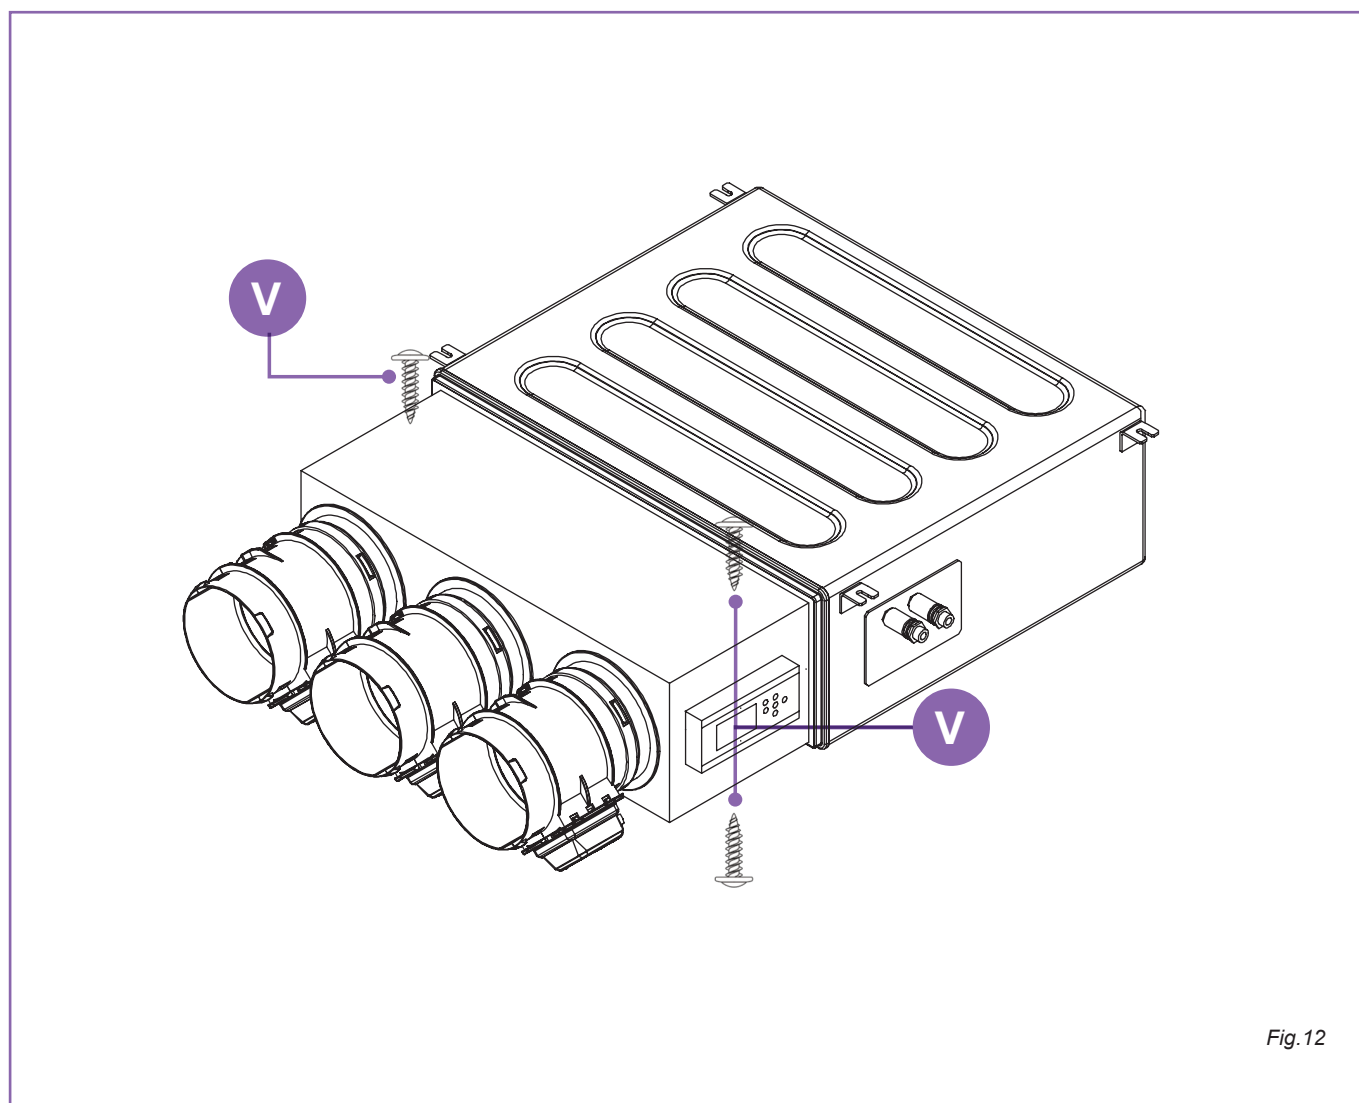
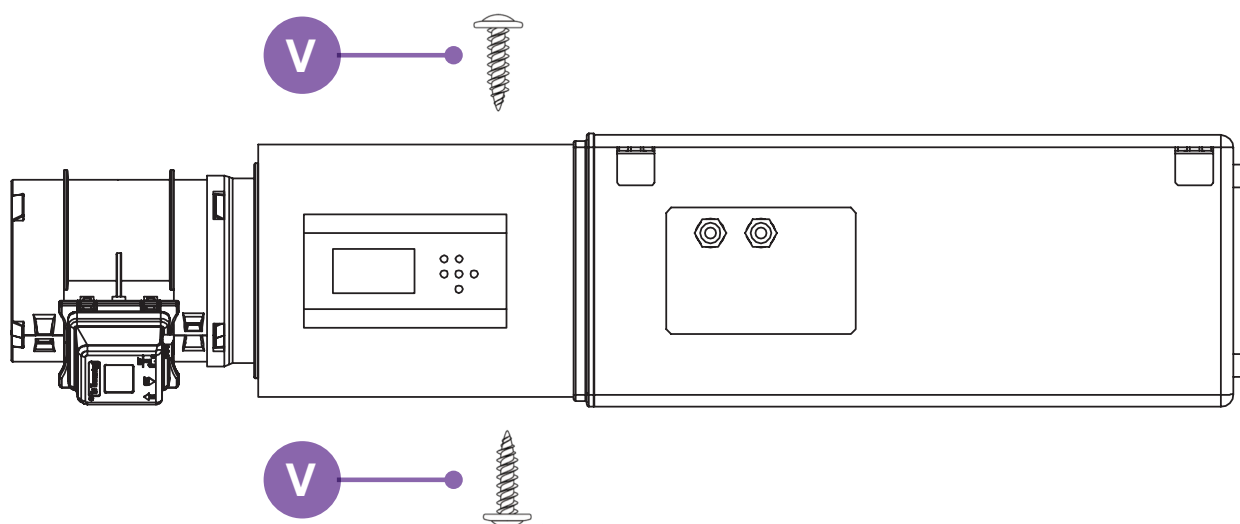

Fig.12
Fig.14
2. Fixer le plénum du Pack ProAir **A** à la bride **D** de l'unité gainable **B** à l'aide de vis autoforeuses **V** en s'assurant de la fixation de deux vis en haut et de deux vis en bas (Fig. 12). Si le Gainable est déjà installé dans le faux-plafond, fixer le caisson de raccordement à l'aide de 4 vis autoforeuses latéralement (Droite / Gauche). (Fig. 14).